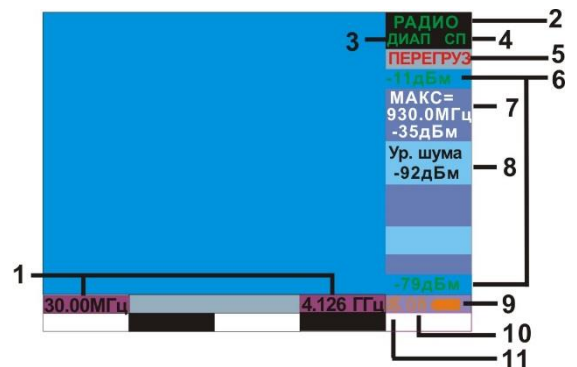

Рис. 13
**Регулировка уровня громкости** осуществляется ВАЛКОДЕРОМ если это предусмотрено режимом (значок звукового контроля в поз. 11 рис. 13 не перекрещен).
Общие элементы индикации показаны на рис. 13.
Появление надписи «ПЕРЕГРУЗ» (поз. 5 рис. 13) означает наличие, на входе основного блока, сигнала с уровнем превышающем максимально допустимый.
«Расшр. индикация перегрузки» - выбор данной настройки обеспечивает мгновенную индикацию перегрузки в момент ее возникновения в поз. 5 рис. 13. По умолчанию задана пятисекундная задержка. Кратковременная индикация перегрузки, как правило, вызвана полосными и внеполосными импульсными помехами.